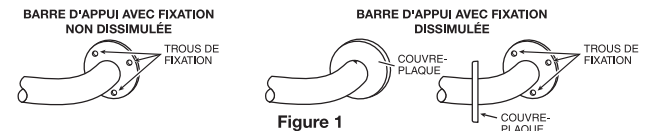

Figure 1
- Si vous utilisez une barre d'appui avec des fixations dissimulées, retirez les couvre-plaques des trous de montage (voir Figure 1).